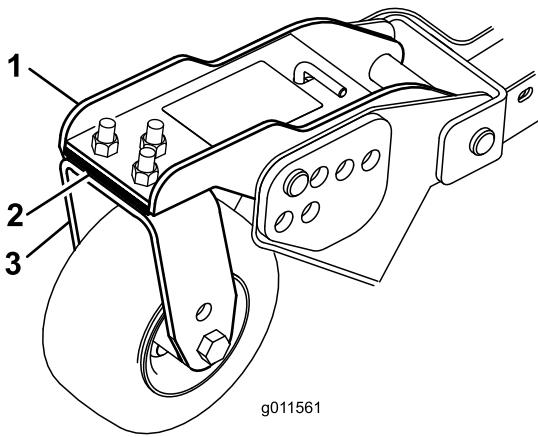

Figura 75
1. Retire os parafusos e as porcas que fixam o braço da roda à forquilha de roda (Figura 75).